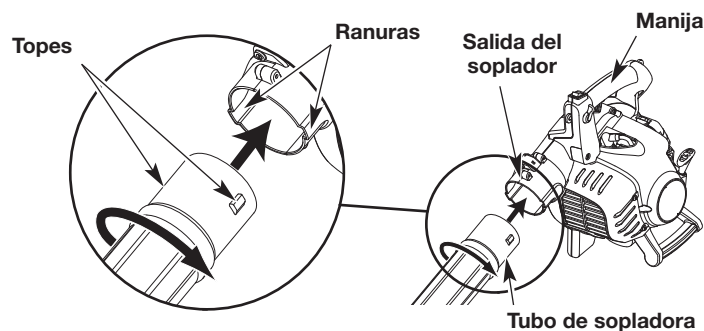

Fig. 1
1. Alinee los topes del extremo superior del tubo de la sopladora con las ranuras de la salida de la sopladora (Fig. 1).
2. Inserte el tubo de la sopladora en la salida de la sopladora (Fig. 1).
3. Mientras sostiene la manija, gire el tubo de la sopladora hacia la derecha hasta que calce en su lugar (Fig. 1).